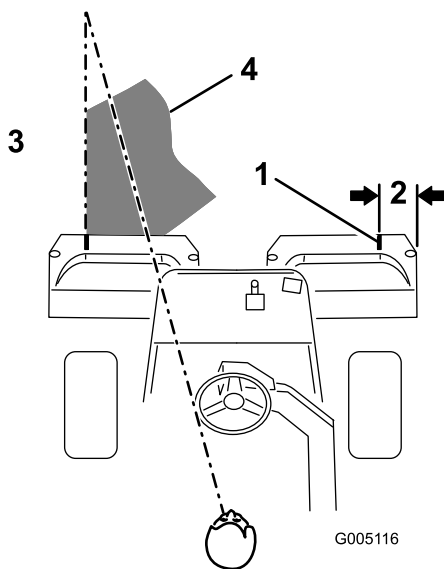

Figure 39
3. Minimisez le chevauchement de la passe précédente lors de la passe de retour. Pour vous aider à conserver une ligne droite en travers du green et à maintenir la machine à égale distance du bord de la passe précédente, établissez une ligne de vision imaginaire à environ 1,8 à 3 m en avant de la machine jusqu'au bord de la partie non coupée du green (Figure 39). Certaines personnes trouvent utile de faire passer la ligne de vision par le bord extérieur du volant, c.-à-d. de maintenir le bord du volant aligné avec un point se trouvant toujours à la même distance par rapport à l'avant de la machine (Figure 39).